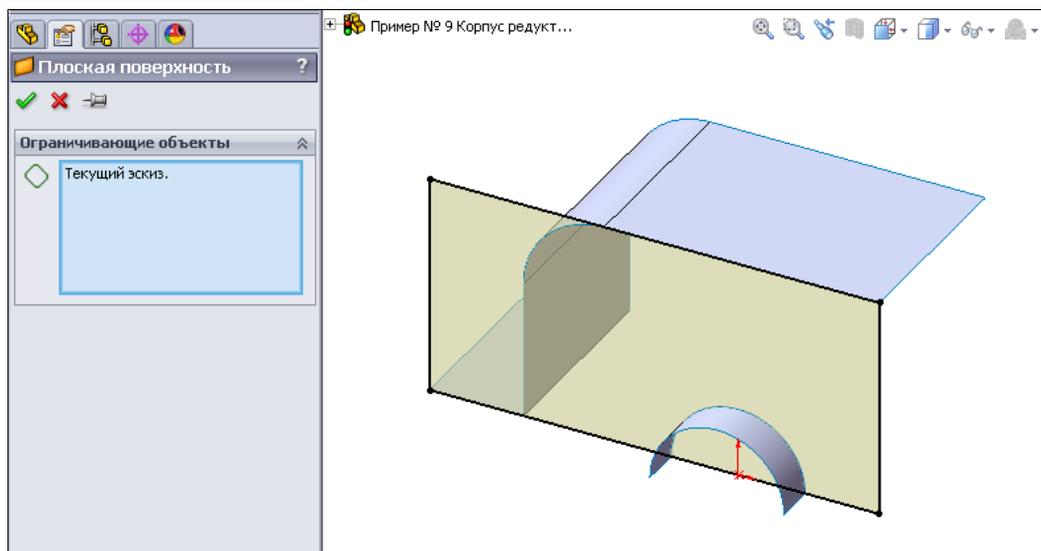

Рис. 2.98
7. Активизируем команду  — **Плоская поверхность** и в разделе **Ограничивающие объекты** зададим **Текущий эскиз** или **Эскиз3** (рис. 2.98).